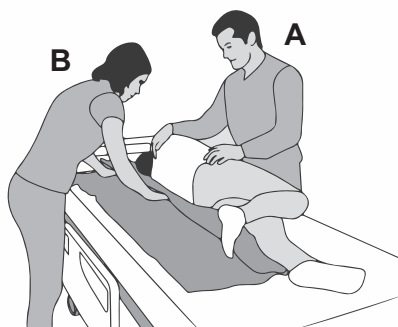

Figure 5
5. (Soignant B) Placez le drap de transfert sous le patient. **(Voir Figure 5)** Si vous utilisez un drap de transfert plus court, placez-le sous la partie du corps en cours de positionnement.